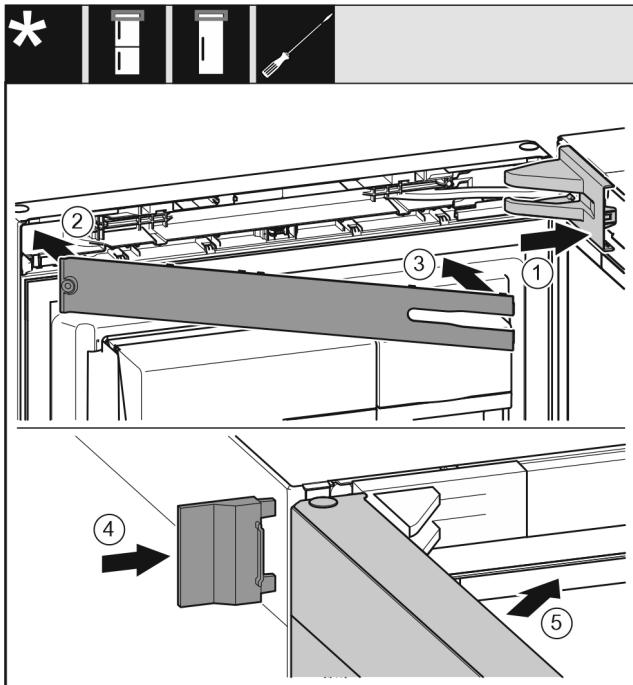

Fig. 51
- ▶ Colocar y encajar la cubierta del soporte de apoyo; dado el caso, separar presionando con cuidado. Fig. 51 (1)
- ▶ Colocar el panel. Fig. 51 (2)
- ▶ Girar el panel hacia dentro y encajarlo. Fig. 51 (3)
- ▶ Desplazar la cubierta exterior. Fig. 51 (4)
- ▶ Cerrar la puerta superior. Fig. 51 (5)